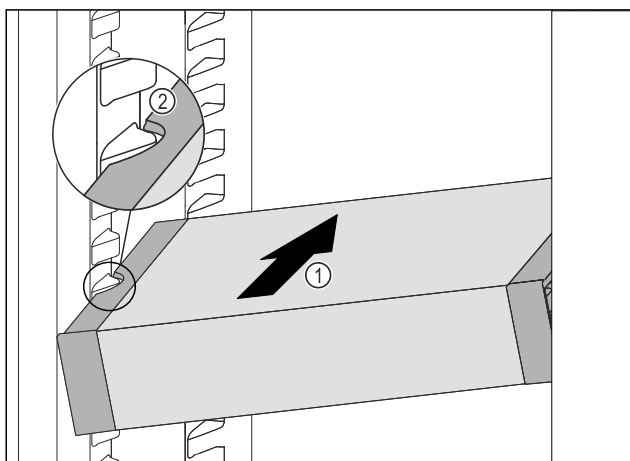

Fig. 58
- Sätt i VarioSafe snett i kyldelen Fig. 58 (1) tills sidofördjupningarna Fig. 58 (2) på VarioSafe är i samma nivå som behållarlisterna i kyldelen.